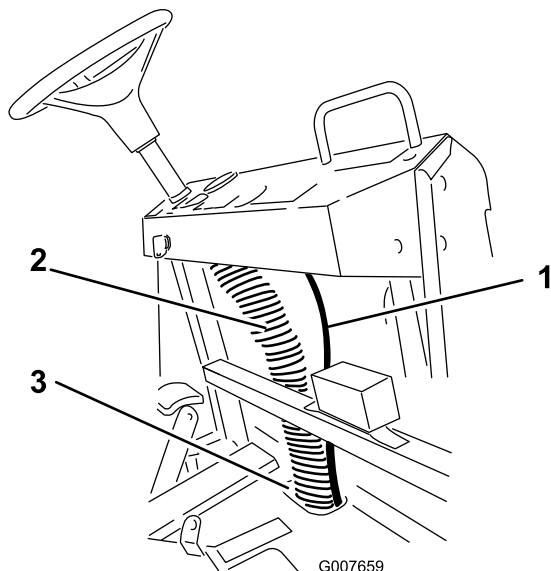

図 11
4. そこからホースの向きを上に変え、ダッシュボードの右側の背面へ導く（図 11）。
5. 既存の配線の束に、ホースを固定する（図 11）。